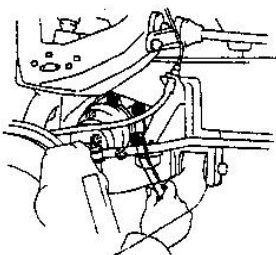

Рис. 3-21.
- отверните стабилизатор от нижнего рычага передней подвески (рис. 3-21.);